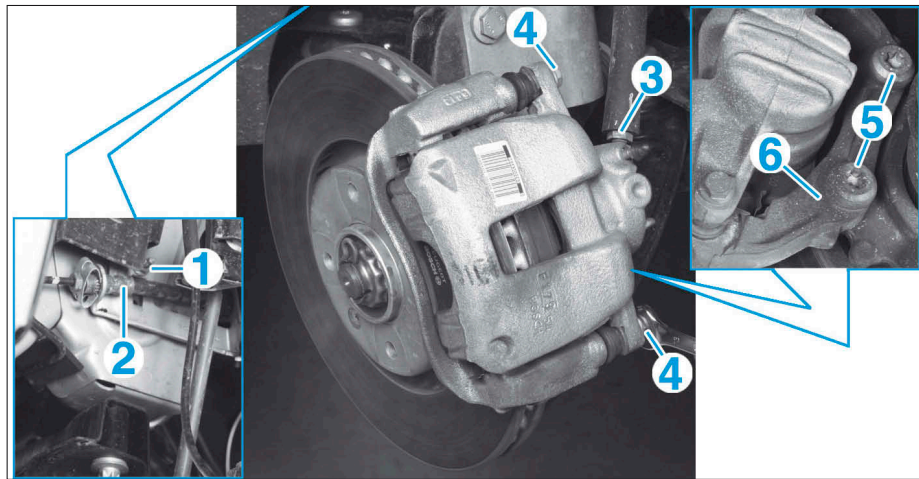

FIG. 4
- Déposer l'écrou (1) (Fig.4).
- Dévisser le raccord (2) du flexible de frein.
- Dévisser le raccord (3) du flexible de frein.
- les vis des colonnettes (4),
- les vis (5),
- le support d'étrier (6).
- Déposer les vis des colonnettes (4) (Fig.4).
- Déposer les vis (5) et le support d'étrier (6).